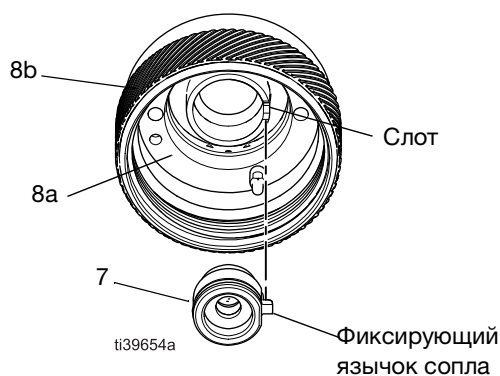
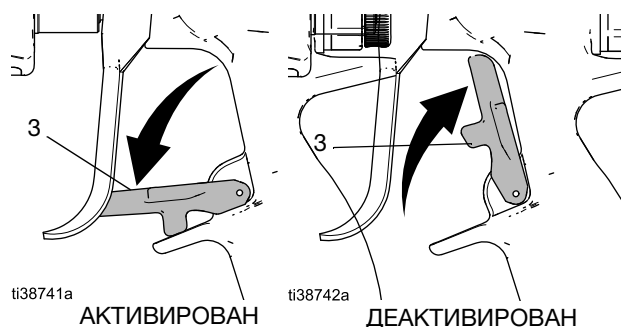

Рис. 7: Установка сопла и воздушной головки (вид сзади)
Рис. 12: Положения блокиратора курка
2. Активируйте блокиратор курка (3). См. Рис. 12, стр. 15.
3. Извлеките воздушную головку (8) и сопло (7).
4. Вставьте сопло (7) в воздушную головку (8a) таким образом, чтобы фиксирующий язычок сопла был расположен в прорези воздушной головки. См. Рис. 7.
1. Активируйте блокиратор курка (3). См. Рис. 12.
4. Деактивируйте блокиратор курка (3). См. Рис. 12.
6. Активируйте блокиратор курка (3). См. Рис. 12.
7. Если вам кажется, что сопло (7) или шланг подачи материала в краскораспылитель (G) засорены или давление не сброшено полностью:
- a. **ОЧЕНЬ МЕДЛЕННО** ослабьте стопорную кольцо (8b) или муфту (22) на конце шланга, чтобы постепенно сбросить давление.
- b. Полностью открутите гайку или муфту (22).